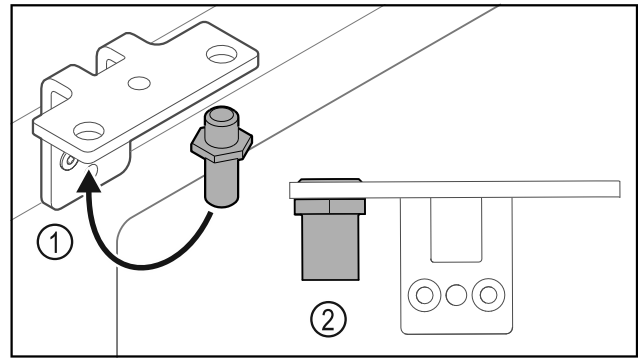

Fig. 30
- Přesaďte čep Fig. 30 (1) v úhelníku závěsu.
- Utáhněte čep Fig. 30 (2) **utahovacím momentem 12 Nm**.